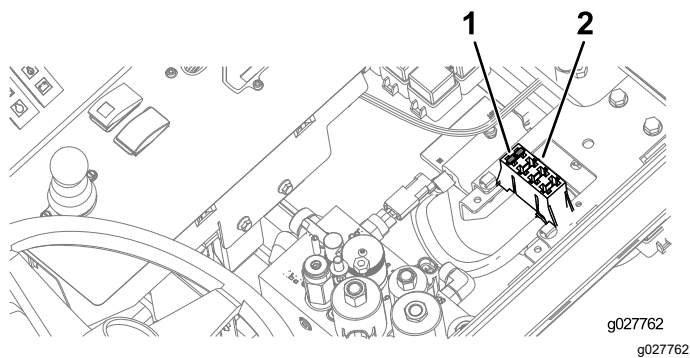

Figure 8
4. Placez le fusible dans le porte-fusibles (Figure 8).